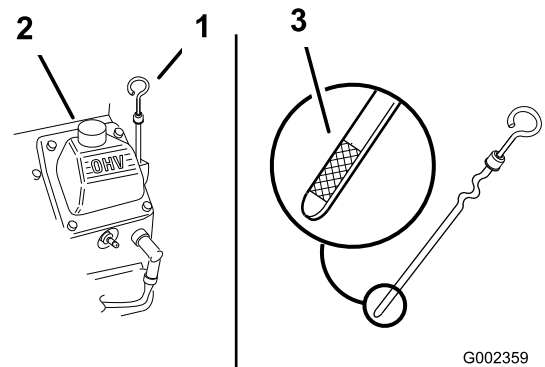

Figure 17
2. Nettoyez la surface autour de la jauge d'huile (Figure 17) pour éviter que des impuretés tombent dans l'orifice de remplissage et endommagent le moteur.
3. Retirez la jauge, essuyez-la sur un chiffon et remettez-la en place en prenant soin de l'enfoncer au maximum (Figure 17).
Le niveau d'huile doit atteindre le repère maximum à l'extrémité métallique de la jauge (Figure 17).
- Si le niveau n'atteint pas le repère maximum, enlevez le bouchon du tube de remplissage (Figure 17) et faites l'appoint jusqu'à ce que le niveau correct soit atteint. **Ne remplissez pas excessivement.**